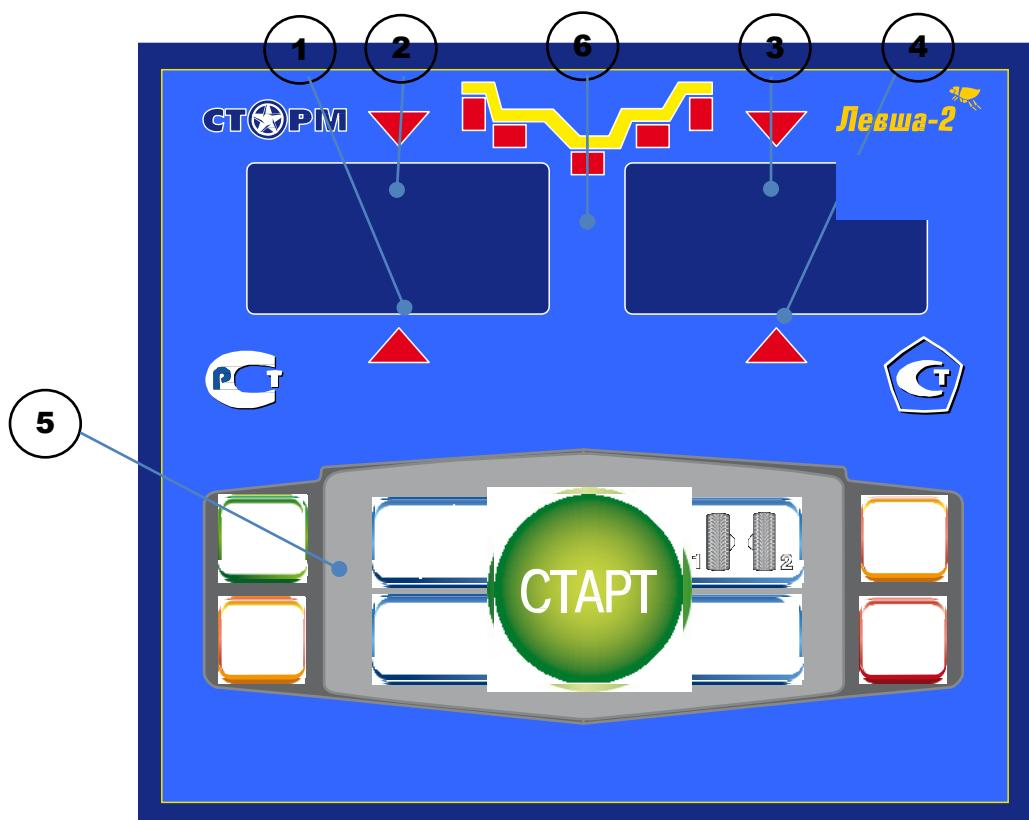

рис.8.1.
8.1. Общий вид лицевой панели показан на рис. 8.1.
При выдвижении штанги на индикаторах 1 (рис. 8.1) отображается значение параметра "A". Значение параметра "d" отображается на индикаторах 4.
Для ввода ширины нажмите кнопку "+" или "-" на индикаторах 1 (рис. 8.1) высветится "-b-", а на индикаторах 4 значение ширины диска. Через 2-3 сек после установки ширины индикаторы в режим отображения текущего дисбаланса.
Дважды нажать кнопку "A, d, b", после чего на индикаторах 1 (рис. 8.1) загорается символ "A", а на индикаторах 4 исходная величина дистанции. Нажимая кнопки "-" и "+" установить на индикаторах 4 требуемую величину дистанции. Через 2-3 сек после установки дистанции показания на индикаторах 1 и 4 возвращаются к отображению текущего дисбаланса, а кнопки "-" и "+" возвращаются в режим ввода ширины обода.
11.1. Переключение схем ALU1-ALU5 осуществляется последовательным нажатием кнопки "ALU" при этом схема установки грузов отображается загоранием соответствующих светодиодов 6 (рис.8.1), кроме того, на индикаторах 1 отображаются символы ALU, а на индикаторах 4 номер 1-5. Через 2-3 сек. после установки требуемой программы ALU индикаторы 1-4 переходят в режим отображения дисбаланса.
Эта функция обеспечивается тем, что каждый раз при вводе новых геометрических параметров и установке требуемой программы ALU, предыдущее состояние запоминается. Для перехода от одного набора параметров к другому необходимо нажать кнопку "1-2". Визуальный контроль того, какие параметры установлены в данный момент, осуществляется нажатием "A,d,b" на индикаторах 4 (рис.8.1) будут последовательно отображены, установленные в данный момент диаметр и ширина обода и дистанция.
14.1. При включении тумблера питания СБ на индикаторах 1 (рис. 8.1) высвечивается трёхзначное число -номер версии программного обеспечения. Через 2-3 сек на индикаторах 1 и 4 должны загореться нули, кроме того должны загореться светодиоды 6, что свидетельствует о включении режима стандартной балансировки с установкой на обеих плоскостях коррекции грузиков на пружинках. На светодиодах 2 и 3 (рис. 8.1) должны загореться оба светодиода.
14.2. При включении СБ программа измерения дисбаланса настраивается таким образом, что дисбаланс менее 8 г (заводская установка) на любой плоскости коррекции не показывается, в этом случае на индикаторах 1 и 4 (рис. 8.1) высвечиваются "0". Минимальный дисбаланс отображающийся на индикаторах 1 и 4 равен 8г. Дисбаланс, превышающий 8г, округляется до величины кратной 5, т. е. дисбаланс 9, 10, 11 и 12 г отображается цифрой 10, дисбаланс 13, 14, 15, 16 и 17 г - цифрой 15 и т. д. Для просмотра неокруглённого значения дисбаланса или дисбаланса менее 8г. необходимо нажать кнопку "<", при этом на индикаторах 1 и 4 на 2-3 сек высвечиваются фактические значения дисбаланса, определённые в данном запуске.
14.5.1. Поднимите защитный кожух. Вручную поворачивайте колесо в направлении, которое показывают светодиоды 2 и 3 (рис. 8.1.) до тех пор, пока не загорятся оба светодиода и начнут мигать вместе с значением массы корректирующих грузов.
15.2.1. Войти в программу калибровки СБ, для чего нажать и удерживать кнопку "C". На индикаторах 1 и 4 (рис.8.1), появятся мигающие символы "CAL". После звукового сигнала символы "CAL" загораются постоянно.